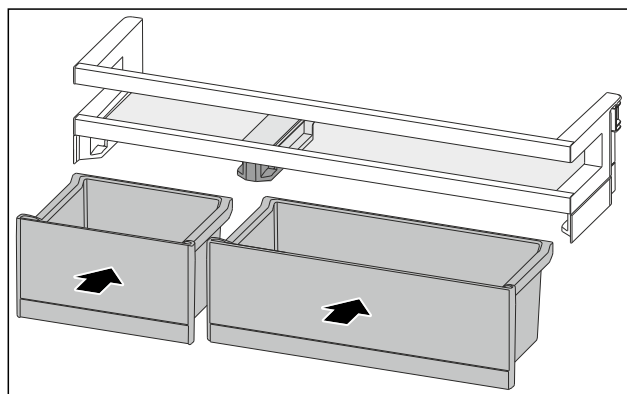

Fig. 169
- VarioBoxy vložte v opačném pořadí. (viz Fig. 169)